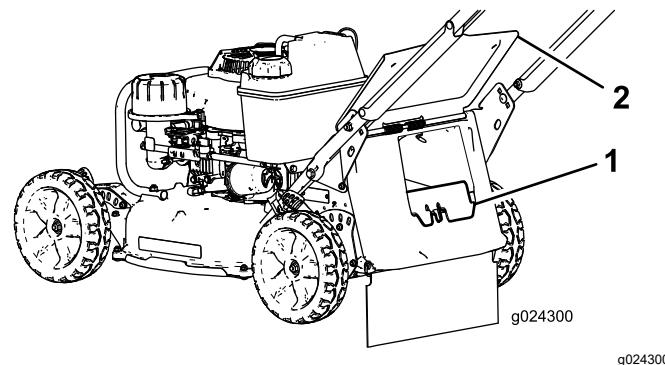

Figure 20
- Si l'obturateur de goulotte arrière n'est pas en place, saisissez-le par la poignée, soulevez le volet arrière, et insérez-le dans la goulotte arrière jusqu'à ce que le verrou s'enclenche; voir Figure 20.
2. Extrémité de la tige du bac (2)
3. Retirez l'obturateur d'éjection arrière en appuyant sur le verrou avec le pouce et en tirant l'obturateur hors de la machine (Figure 20).